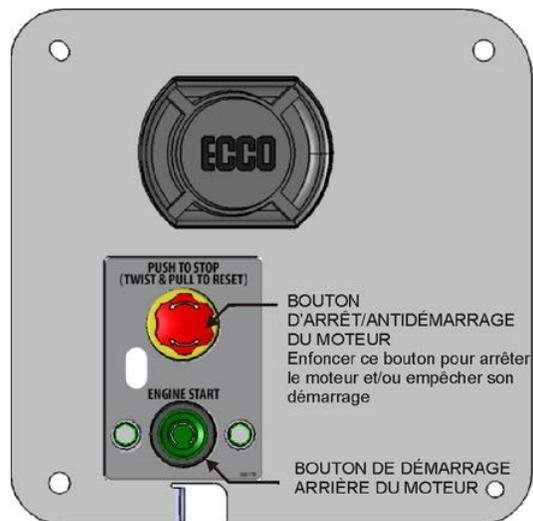

FIGURE 1
1. Enfoncer le bouton d'antidémarrage du moteur situé dans le compartiment moteur (Figure 1).